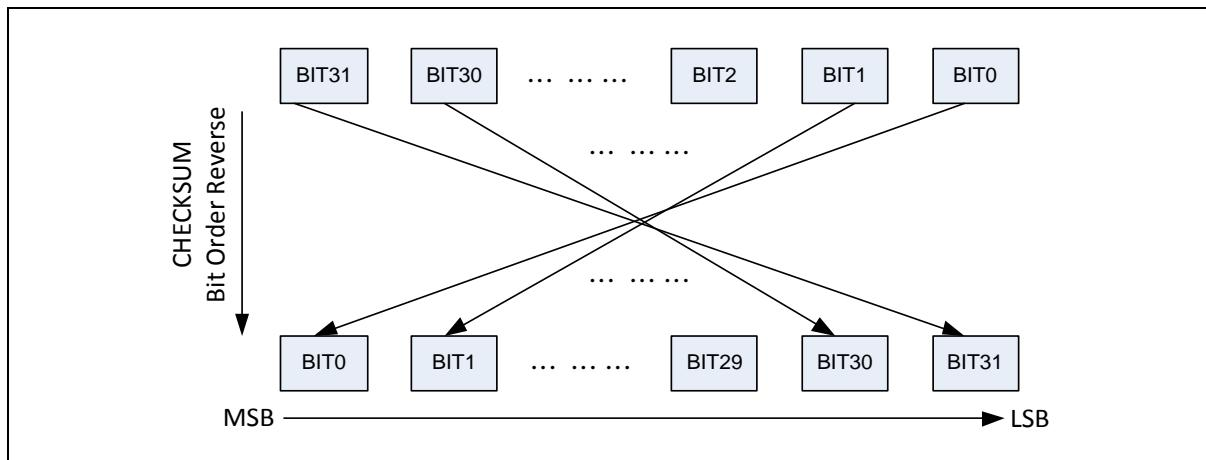

图 6.35-2 校验和位顺序反转功能框图
- 2) 设置 CHKSREV (CRC\_CTL[25])配置CRC校验和位顺序反转见图 6.35-2 校验和位顺序反转功能框图